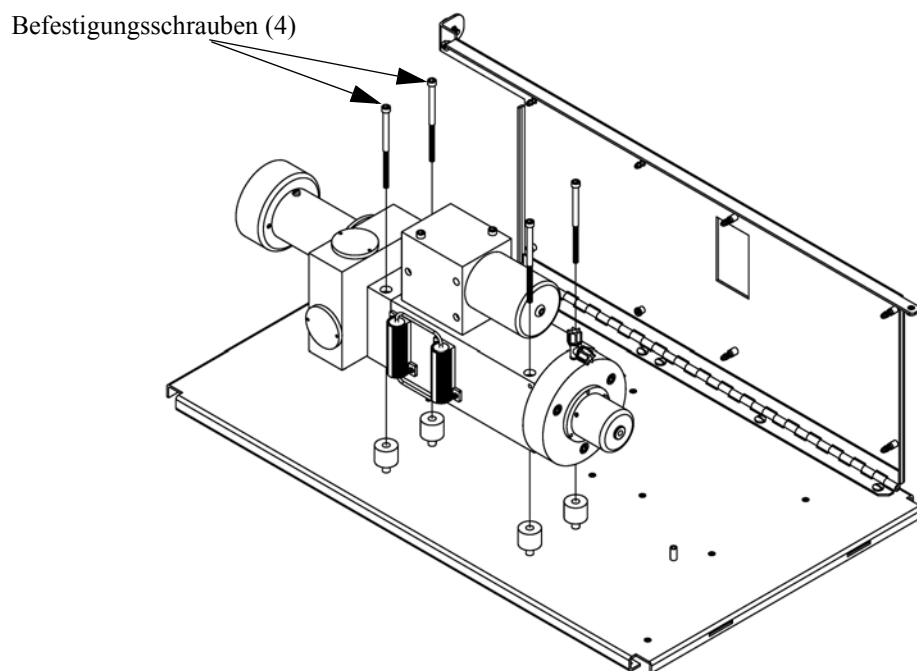

Abb. 7-6. Optische Bank tauschen
Zum Austauschen der optischen Bank bitte wie folgt vorgehen (Abb. 7-6).
3. Mit Hilfe eines 5-32“ Inbusschlüssels die vier Befestigungsschrauben lösen, mit denen die optische Bank auf der Grundplatte verschraubt ist (siehe Abb. 7-6).
3. Lösen Sie mit Hilfe eines 5-32“ Inbusschlüssels die vier Schrauben, mit denen die optische Bank auf der Grundplatte befestigt ist (Abb. 7-6) und nehmen Sie die optische Bank von der Grundplatte ab.